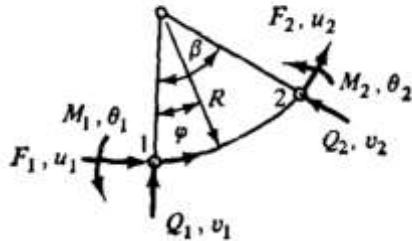

Рис. P2.6.
6. Матрица податливости искривленной балки, нагруженной в ее плоскости, приведена на рис. P2.6. Постройте матрицу жесткости элемента.